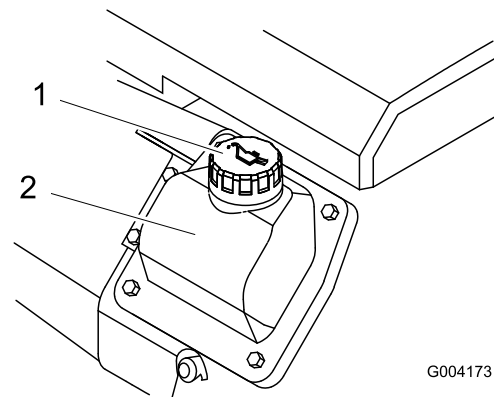

Bild 15
8. Machen Sie, wenn der Ölstand niedrig ist, rund um die Öleinfüllverschlusskappe sauber und entfernen Sie die Kappe (Bild 15).